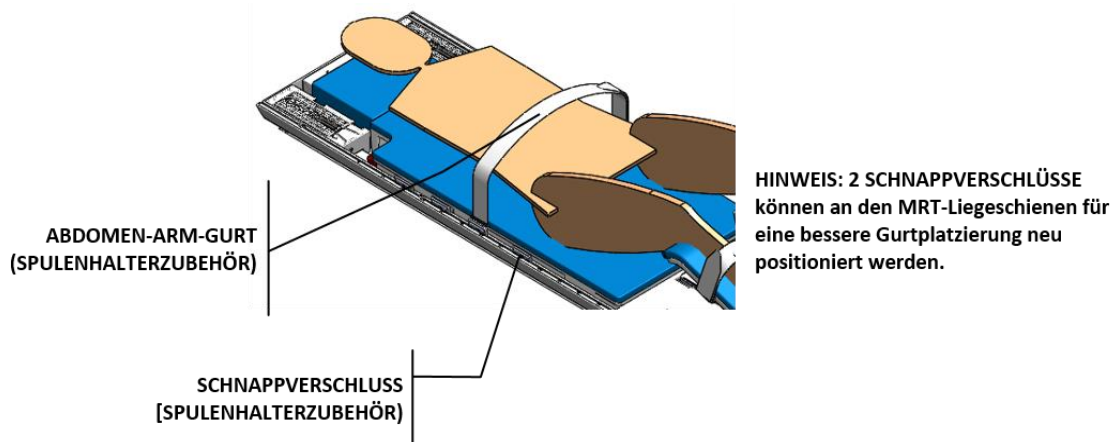

Abbildung 53: Platzierung von Abdomen-Arm-Gurten in Schnappverschlüssen am Spulenhalter
1. MRT-MTRA: Installieren Sie einen Abdomen-Arm-Gurt aus dem Spulenhalterzubehör an der Klemme (siehe *Abbildung 53*).